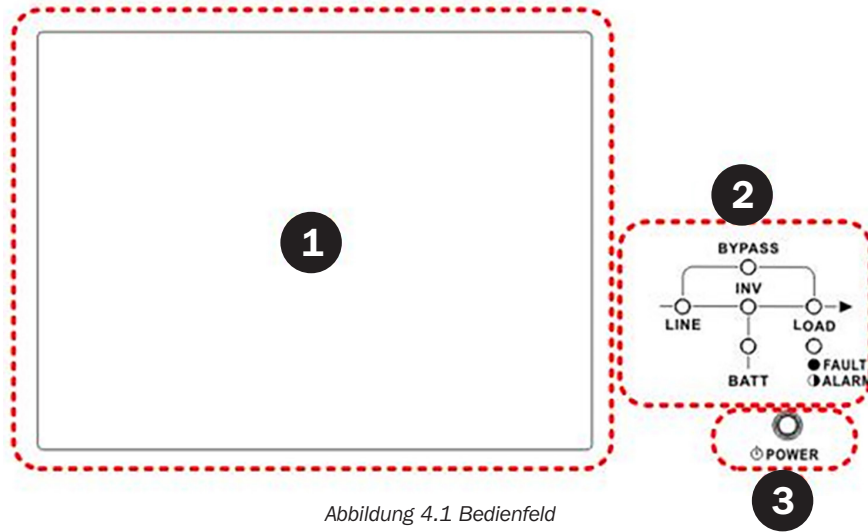

Abbildung 4.1 Bedienfeld
Das Bedienfeld und der Display-Bildschirm befinden sich auf der USV-Vorderplatte. Diese Schnittstelle überwacht alle gemessenen Parameter, den USV-Status, Batteriestatus und Alarme. Die Kontrollschnittstelle ist in vier Abschnitte unterteilt: (1) LCD-Panel, (2) LED-Anzeigen, (3) Haupttaste und (4) Hörbarer Alarm. Siehe Abbildung 4.1.